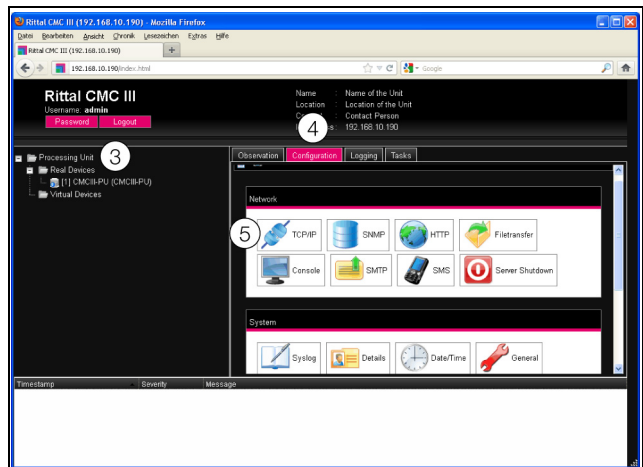

Abb. 13: Anpassen der TCP/IP-Einstellungen
Es erscheint das Übersichtsfenster des Geräts (Abb. 13).
- Klicken Sie im linken Teilbereich des Übersichtsfensters den Eintrag **Processing Unit** an (Abb. 13, Pos. 3) und im rechten Teilbereich die Registerkarte **Configuration** (Abb. 13, Pos. 4).
- Klicken Sie im Gruppenrahmen **Network** die Schaltfläche **TCP/IP** an (Abb. 13, Pos. 5).